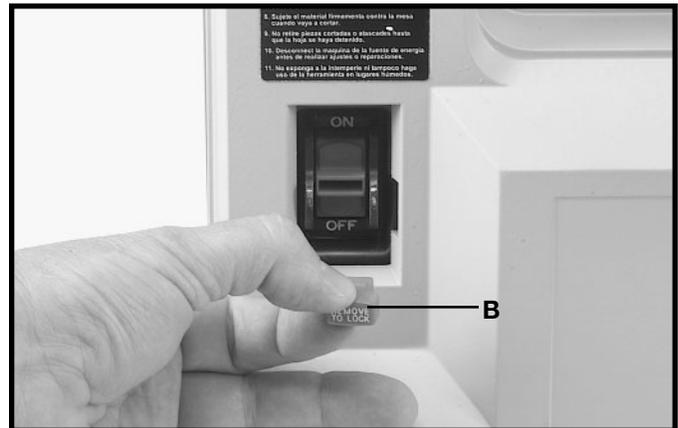

Fig. 16
IMPORTANT : L'interrupteur doit être verrouillé à la position «OFF» (ARRÊT) lorsque l'outil n'est pas utilisé pour empêcher l'emploi non autorisé. Ceci se réalise en tirant le bouton (B) fig. 16 hors de l'interrupteur comme il est illustré. Le bouton (B) étant enlevé, l'interrupteur ne fonctionne pas. Cependant, si le bouton est enlevé quand la machine fonctionne, cette dernière peut être **ARRÊTÉE**, une fois seulement, et ne pourra pas être remise en marche sans que ce bouton (B) ne soit d'abord inséré.